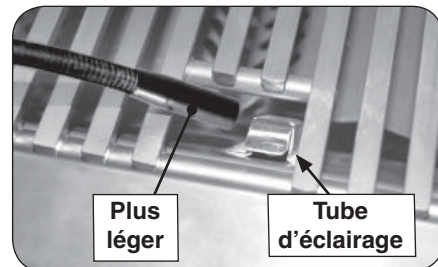

Fig. 24-2 - Éclairage manuel
2. Passez un allumeur brûlant de butane de long-baril ou une allumette brûlante de long-tige dans la grille à cuire s'ouvrant au dessus du tube d'éclairage. (Fig. 24-2). Pour des backburners, tenez la flamme contre le surface du backburner.
4. Si le brûleur ne se allume pas dans les cinq (5) secondes de tourner le bouton de commande, enfoncez immédiatement le bouton et tournez la valve à AU LOIN. **ATTENDEZ CINQ (5) MINUTES** avant de répéter les étapes 2 à 4 des instructions manuelles d'éclairage.